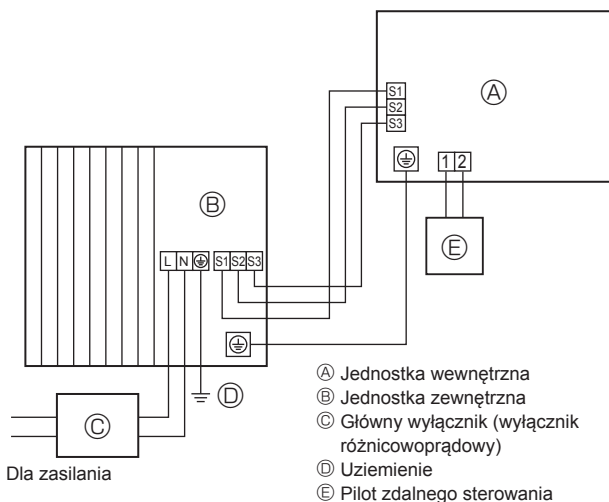
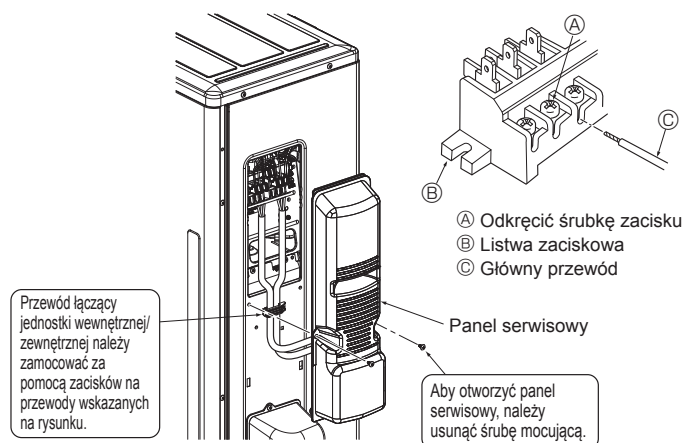
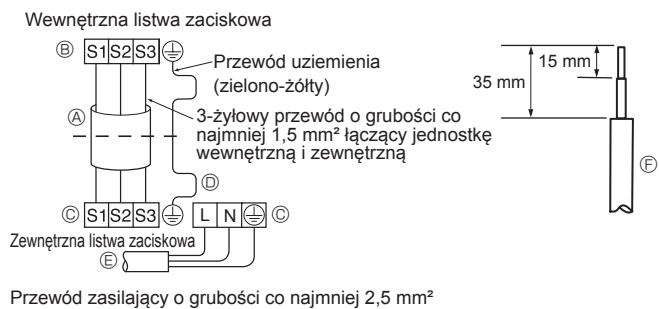

Fig. 6-1
Fig. 6-3
Fig. 6-2
6.1. Jednostka zewnętrzna (Fig. 6-1, Fig. 6-2, Fig. 6-3)
- ① Usunąć panel serwisowy.
- ② Podłączyć przewody zgodnie z Fig. 6-1, Fig. 6-2 i Fig. 6-3.
- Przewody należy poprowadzić zgodnie ze schematem po lewej stronie poniżej (przewód zakupić we własnym zakresie) (Fig. 6-2). Należy stosować tylko przewody o odpowiedniej biegunowości.